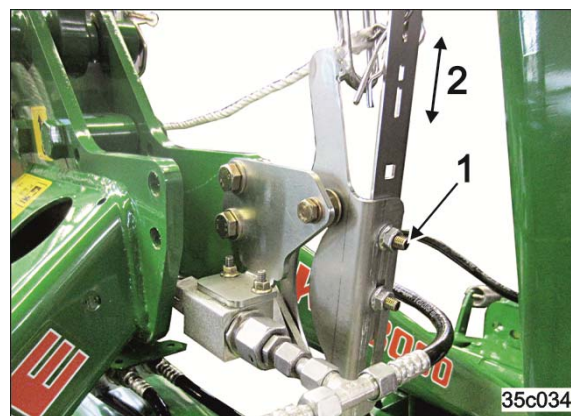

図 140
1. ナットを外します（図 140/1）。
2. アクティベーションフックを希望する位置に合わせ（図 140/2）、プロペラシャフトが稼動した状態で持ち上げが可能になるようにします。
3. ナットを締め付けます（図 140/1）。